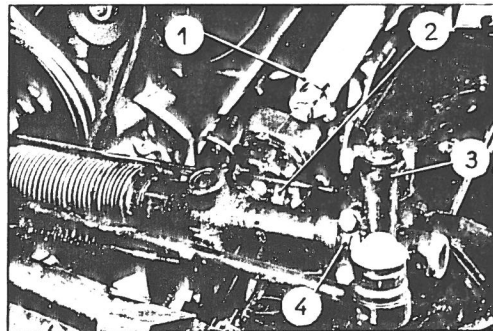

Fig. 15.
8. Demonter styrearrangementet, idet forbindelserne i de i fig. 15 viste 4 punkter afbrydes.